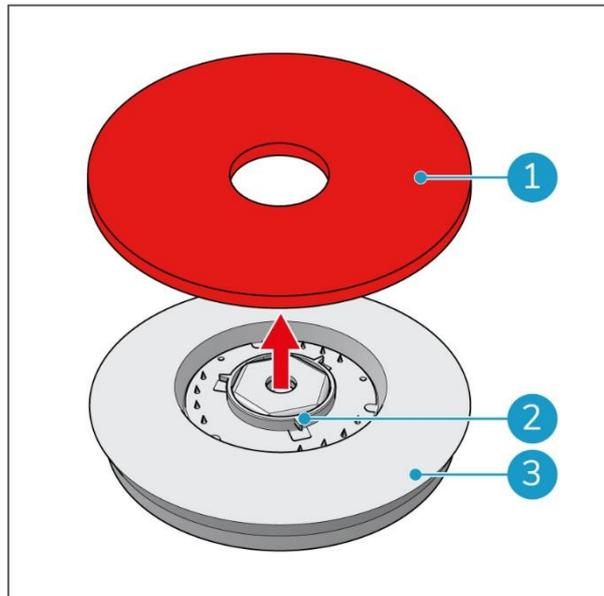

Abbildung 45
2. Prüfen Sie den Zustand der Pads (Abbildung 45, Pos. 1). Wenn sie komprimiert aussehen, ist ihre Funktion nicht mehr gegeben und sie müssen ausgetauscht werden.
3. Ziehen Sie das Pad aus den drei Verriegelungen (Abbildung 45, Pos. 2) und nehmen Sie es von der Padscheibe (Abbildung 45, Pos. 3).